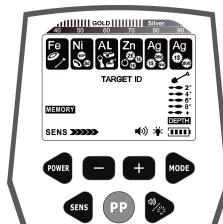

Fig.11
- Pulse de nuevo el botón MODE, y el cursor MEMORY se ilumina. Y el cursor de discriminación de objetivo se ilumina. (Ver Fig.11)
- e. Si desea buscar otros metales materiales, pulse de nuevo el botón "MODE". El cursor MEMORY sigue iluminado, y sigue mostrando lo mismo que en la Fig.11. A continuación, repita la operación anterior.
- f. Para salir del modo MEMORY, pulse el botón MODE, haciendo que el detector vuelva al estado de la Fig.11. A continuación, pulse de nuevo el botón MODE, para salir del modo MEMORY, y entrar en el siguiente modo de funcionamiento.